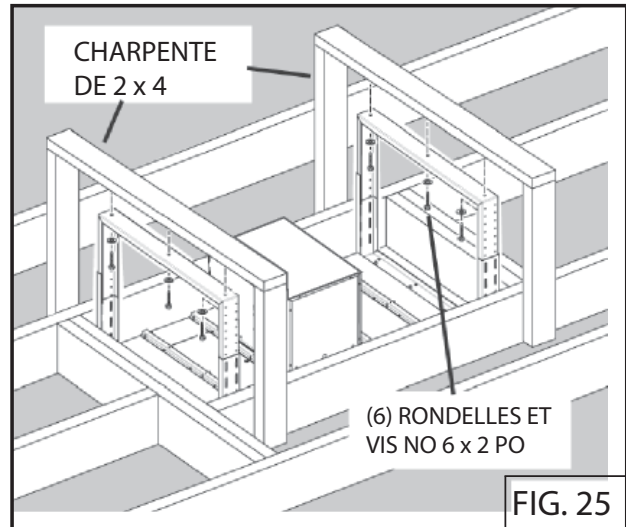

FIG. 25
2. Fixez chaque armature du cadre de support au cadre de renforcement de bois à l'aide des vis no 6 x 2 po (de six à dix) et des rondelles fournies (Fig. 25).